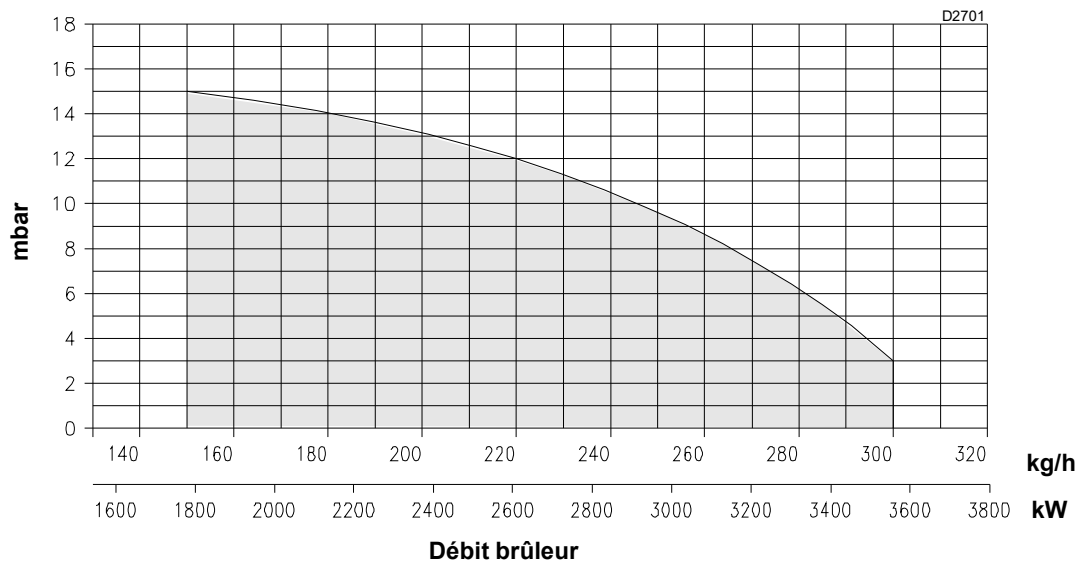
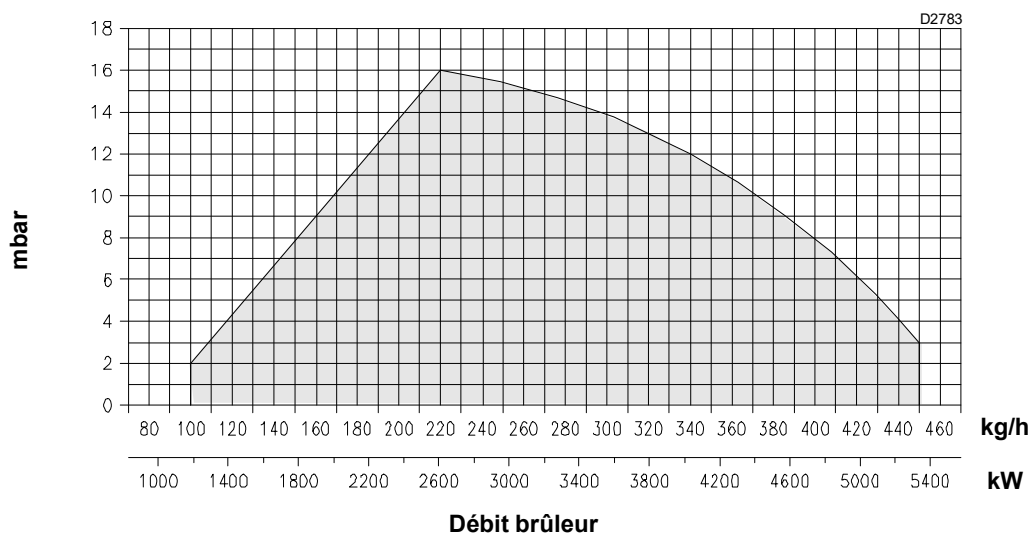

Fig. 2
Fig. 3
- une **PUISSANCE MAXIMALE** : elle doit être contenue dans le champ de travail (Fig. 2 et Fig. 3).